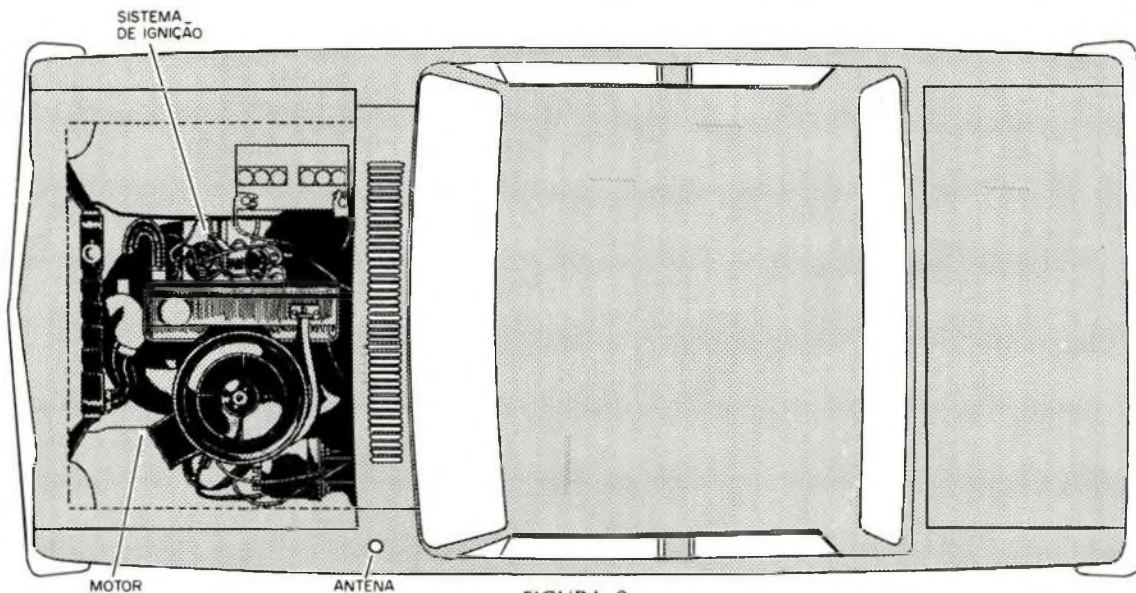

FIGURA 9
a) Instale a antena do lado contrário ao que se encontra o distribuidor e a bobina de ignição do carro (figura 9).